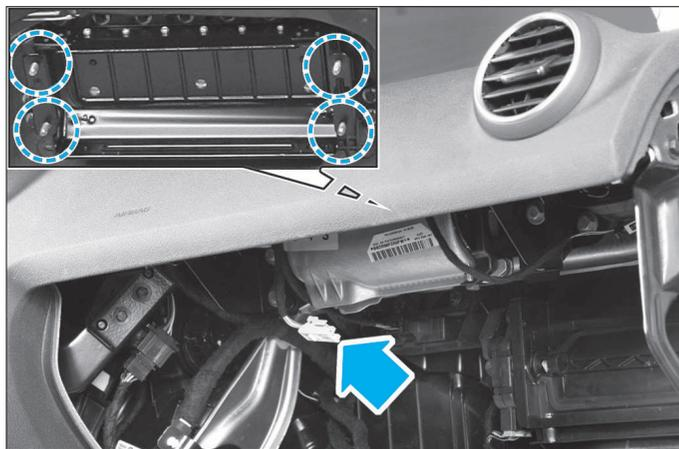

FIG. 9
- maintenir le coussin pour déposer les 4 écrous à 6 pans de 10 mm (Fig.9).